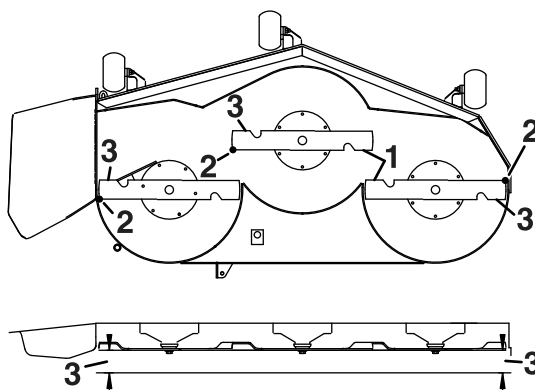

Figure 73
4. Mesurez la distance entre les tranchants extérieurs et le sol plat (Figure 73).